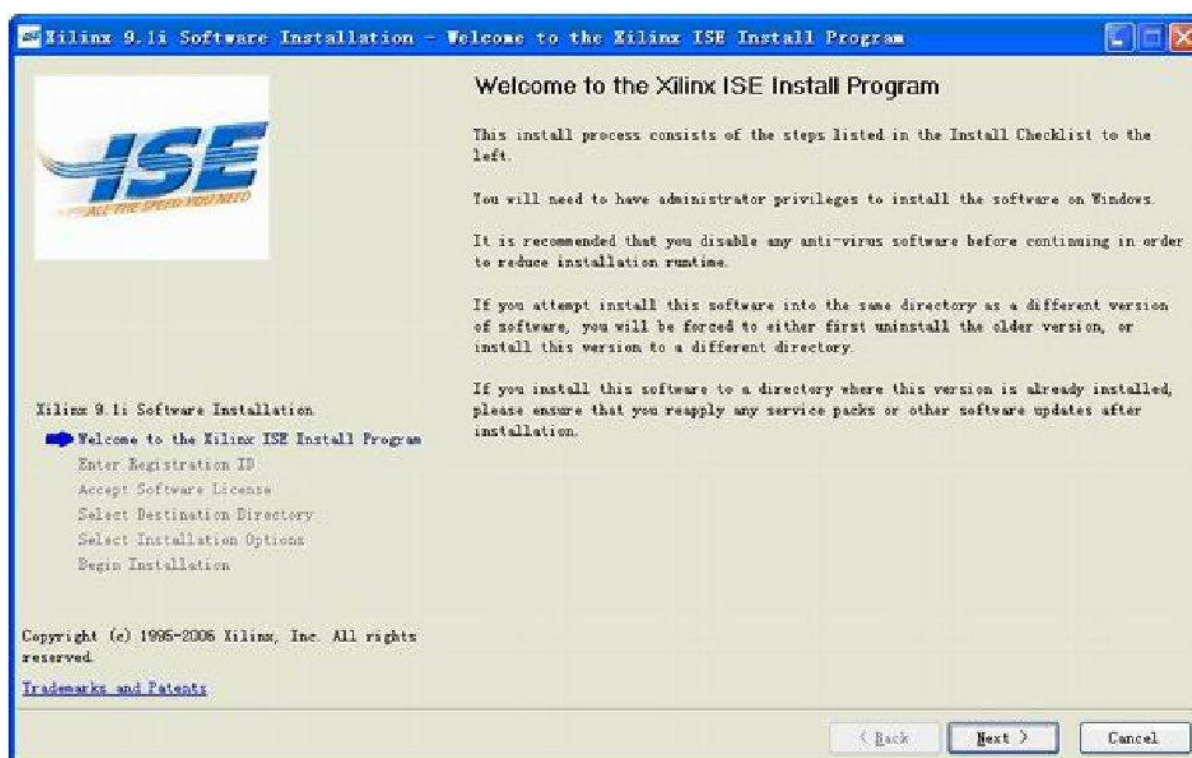

图 4-1 ISE 安装过程的欢迎界面
1. 光盘放进 DVD 光驱，等待其自动运行（如果没有自动运行，直接执行光盘目录下的 Setup.exe 文件程序即可），会弹出图 4-1 所示的欢迎界面，点击“Next”进入下一页。
购买了正版软件后，最常用的方法就是通过网站注册获取安装所需的注册码。首先在Xilinx的官方主页www.xilinx.com上建立自己的帐号，然后点击图 4-1 中的“Website”按键，登陆帐号，输入CD盒上的产品序列号（序号的格式为：3 个字符+9 个数字），会自动生成 16 位的注册码，直接记录下来即可，同时Xilinx网站会将注册码的详细信息发送到帐号所对应的邮箱中。